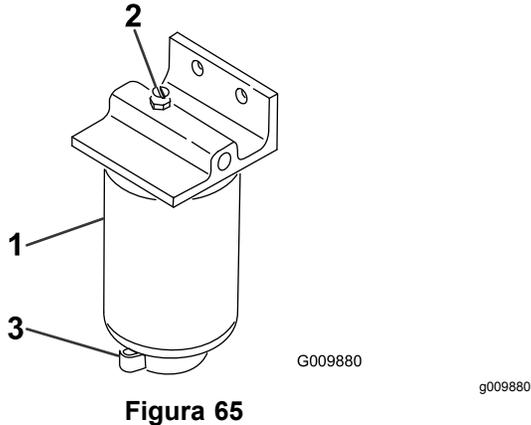

Figura 65
2. Liberte a válvula de escoamento que se encontra na zona inferior do recipiente do filtro (Figura 65).
1. Limpe a zona de montagem do recipiente do filtro (Figura 65).